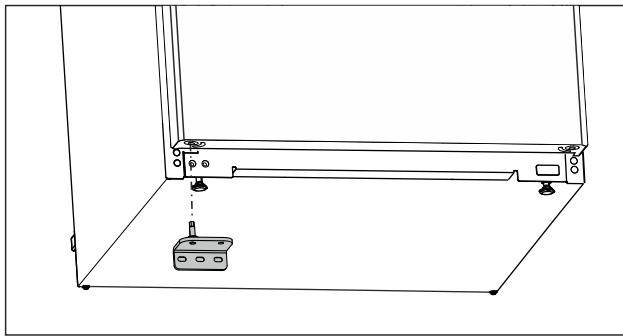

Fig. 20
- ▶ Helyezze be az alsó csapágybakot az ellenkező oldalon. (lásd Fig. 20)